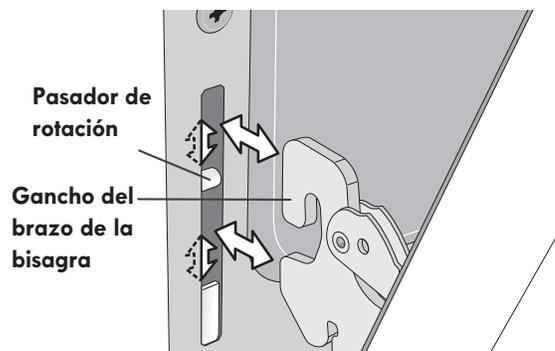

Figura 25: Ubicaciones del pasador de la bisagra
5. Con la puerta del horno en la posición de asar, levante los brazos de las bisagras de la puerta sobre los pasadores de rotación ubicados a cada lado del marco del horno (Figura 25).
2. Sosteniendo la puerta en el mismo ángulo de extracción, coloque el gancho del brazo de la bisagra sobre los pasadores de rotación ubicados a cada lado del marco de la puerta (Figura 25). El gancho de los brazos de las bisagras debe estar completamente asentado sobre los pasadores de rotación.